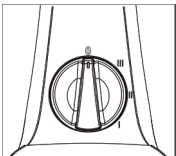

Figura 09
• Este ventilador possui um seletor com 03 velocidades. Para acionar o ventilador, gire o seletor iniciando da velocidade maior até o menor sentido horário (figura 09).